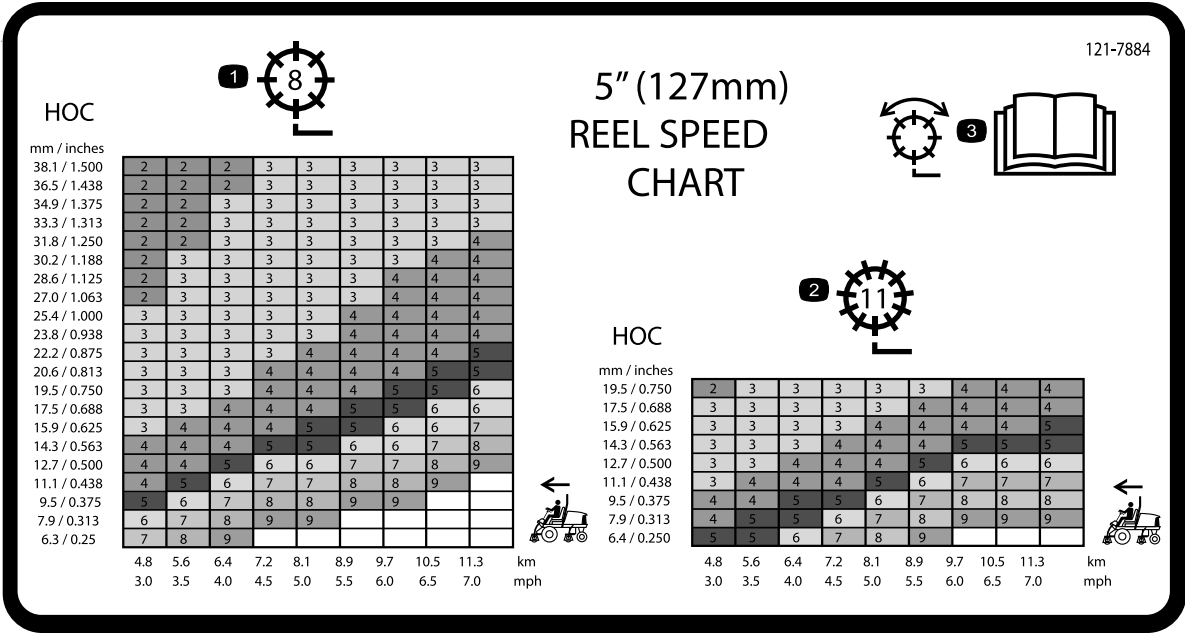

Figura 32
- 3. Consulte el gráfico de la pegatina con la tabla de velocidades de los molinetes (Figura 32) para determinar el ajuste correcto de los molinetes.